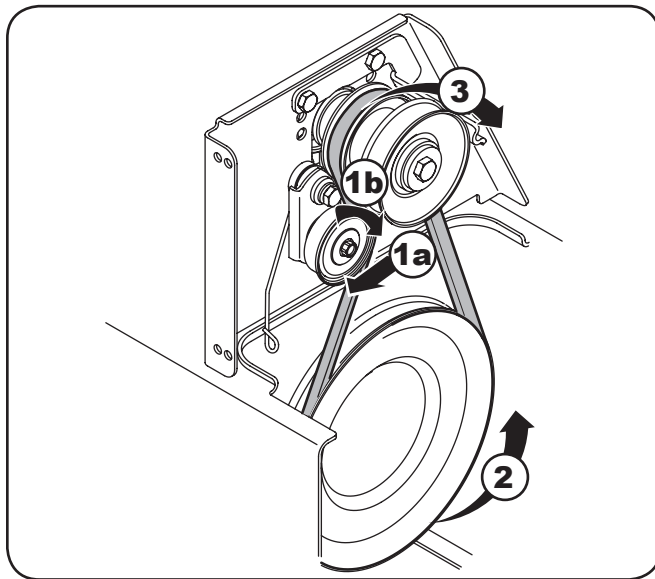

Figura 7-8
1. Utilice una llave para girar la polea loca y alejarla del lado posterior de la correa de transmisión para aflojar la tensión y deslice la correa de transmisión fuera de la polea loca. Suelte la polea loca con cuidado. Vea la Figura 7-8.